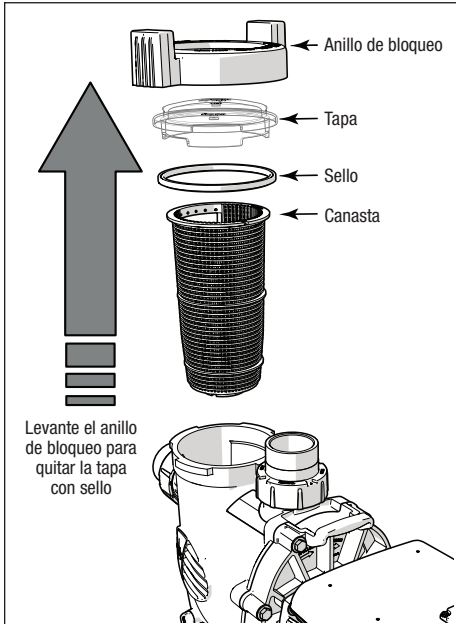

Figura 18. Quitar la tapa de la bomba
1. Retire el sello de la tapa. Consulte la *Figura 18*.